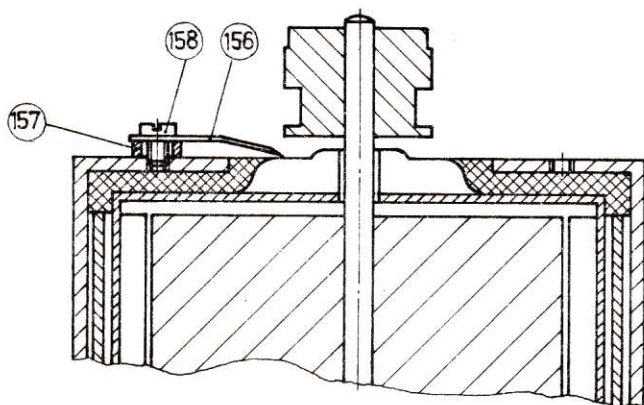

Bild 2
Durch statische Aufladungen am Motor (126) können bei Geräten ohne eingebaute Massefeder zeitweilig Knackgeräusche auftreten. Zur Behebung ist entsprechend Bild 2 die Massefeder nachzurüsten.